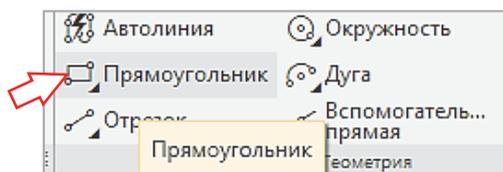

Рис. 5.4
4. Построить прямоугольное основание детали размером 136×74 мм, используя команду **Геометрия** → **Прямоугольник** (рис. 5.4). Строить по центру и двум точкам. Центр указать в нулевой точке координат.